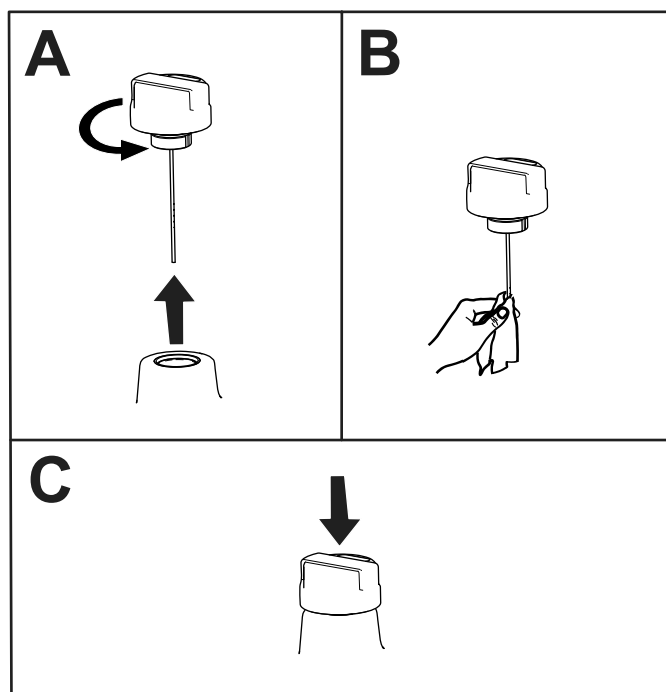

Figura 54
3. Retire la varilla del depósito hidráulico y límpiela con un trapo limpio (Figura 54).
4. Introduzca la varilla en el depósito hidráulico (Figura 54).